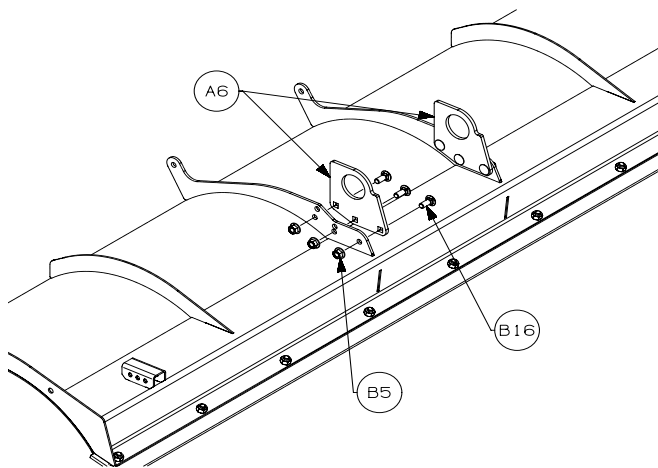

Figura 1
2. Usare dispositivi di fissaggio per fissare in modo sicuro (B5, B16). Serrare i dispositivi di fissaggio alla torsione specificata. Vedere la figura 1.